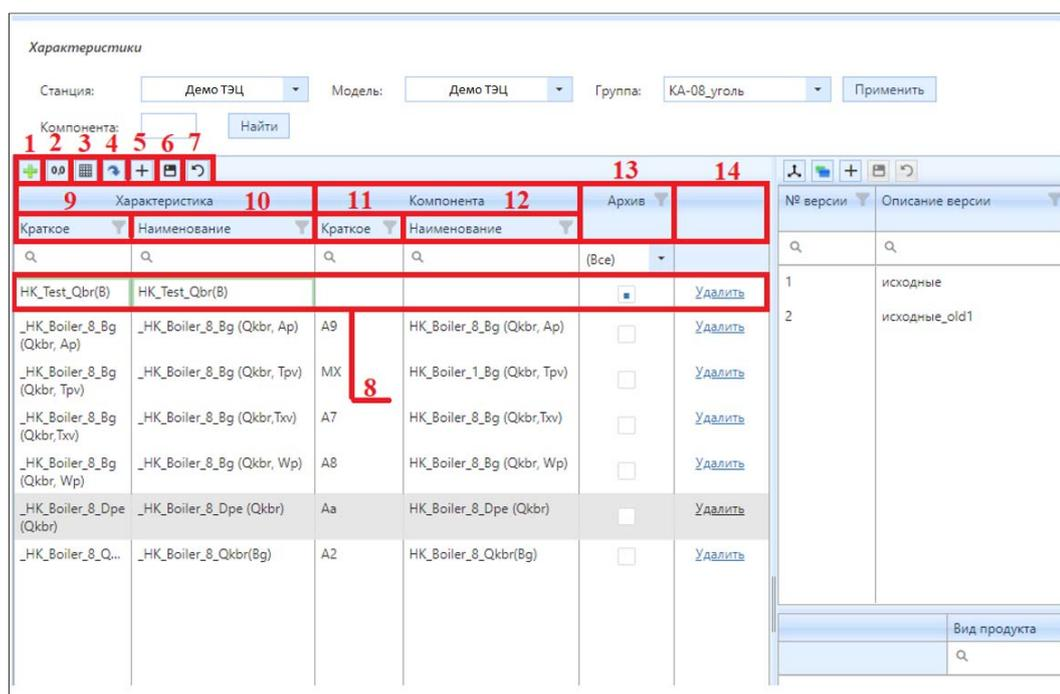
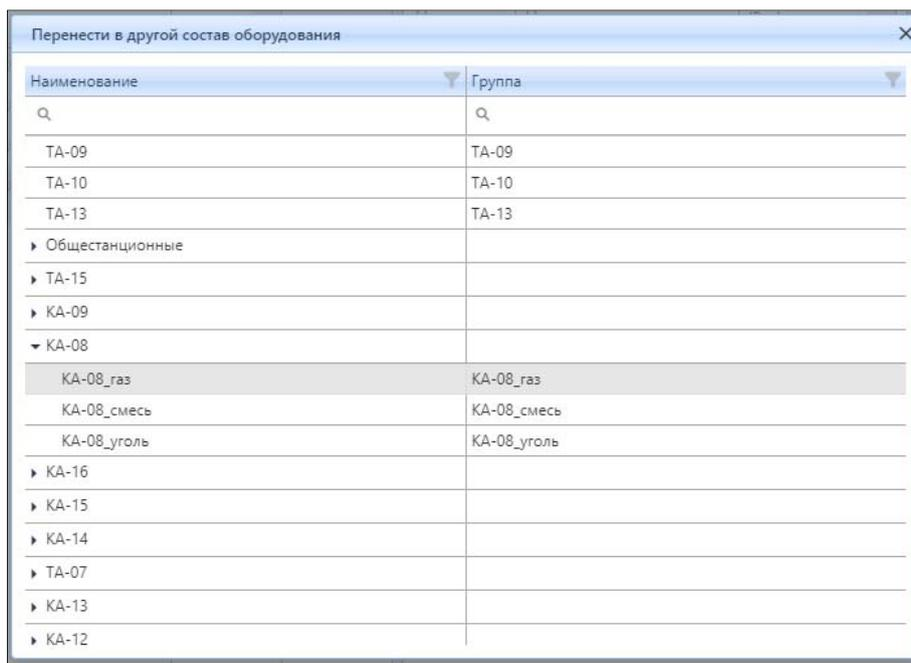

Рисунок 4.3.25 – Порядок внесения записей с настройками в добавленную строку для характеристики
Рисунок 4.3.28 – Визуализация окна «Перенести в другой состав оборудования» в интерфейсе подраздела «Характеристики»
- Нажмите на кнопку (5) «Создать строку» (рис. 4.3.25), после этого автоматически появится строка для записей (8), в которую необходимо ввести настройки (рис. 4.3.25). Под шапкой «Характеристика» в колонке (9) «Краткое» (рис. 4.3.25) введите краткое наименование характеристики (пример записи: «НК_Test_Qbr(B)»), затем в колонке «Наименование» (10) (рис. 4.3.25) введите наименование характеристики (пример записи: «НК_Test_Qbr(B)»). Нажмите на кнопку (6) «Сохранить» (рис. 4.3.25) для сохранения введенных записей. Для отмены введенных записей предназначена кнопка (7) «Отменить» (рис. 4.3.25). В любое время записи можно отредактировать с помощью вызова активной строки двойным кликом левой кнопки мыши.
Для удаления строки с записями настроек, которой соответствует характеристика, выделите строку (выделенная строка отобразится серым цветом) и нажмите на ссылку «Удалить» в безымянной колонке (14) (рис. 4.3.25). После этого строка выделится зеленым цветом, а ссылка «Удалить» изменится на «Восстановить», предназначенная для восстановления строки с записями настроек. Нажмите на кнопку (6) «Сохранить» (рис. 4.3.25) для подтверждения команды удалить.
- После сохранения записи нажмите на кнопку (1) «Добавить компоненту» (рис. 4.3.25). После нажатия в интерфейсе подраздела появится окно «Добавление компоненты к характеристике» (рис. 4.3.27). Структура окна имеет табличное представление, в которой хранятся записи о компонентах без характеристики (зачастую это недавно созданные компоненты). Выберите необходимый компонент двойным нажатием левой кнопкой мыши на запись. После этого окно автоматически закроется. В созданной строке (8) (рис. 4.3.25) под шапкой «Компонента» автоматически появятся записи в колонке (11) «Краткое» и (12) «Наименование», соответствующее краткому и полному наименованию компонента. Пример конечной строки с записями изображен на рис. 4.3.26;
Для переноса характеристики в другую группу нажмите на кнопку (4) «Перенести в другой состав оборудования» (рис. 4.3.25). После нажатия в интерфейсе подраздела появится окно «Перенести в другой состав оборудования» (рис. 4.3.28). Данное окно имеет табличную древовидную структуру со списками групп оборудования. Выберите из списка необходимую группу двойным нажатием левой кнопкой мыши, после этого окно автоматически закроется, и характеристика перенесется указанную группу.
Для выбранной характеристики предусмотрена возможность архивирования. Для этого в колонке (13) «Архив» (рис. 4.3.25) требуется установить признак.